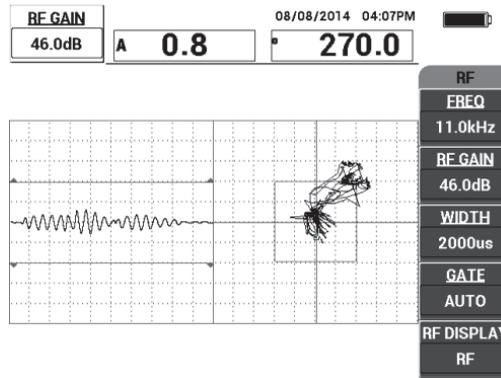

Abbildung 6-3 Einstellen der Verstärkung
2. Halten Sie die Sondenspitze auf einen Bereich ohne Defekt auf den Justierkörper, stellen Sie die Verstärkung mit der Direktzugriffstaste **GAIN (dB)** ein und stellen Sie sicher, dass sich das Signal in der HF-Anzeige (links) zwischen 1 und 2 Skalenteilen befindet (siehe Abbildung 6-3 auf Seite 137).